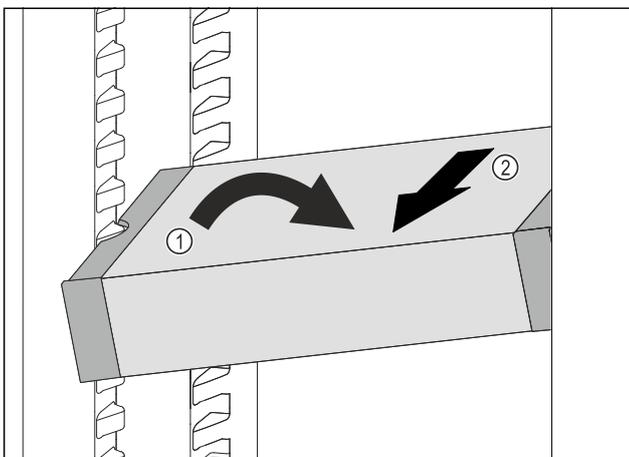

Fig. 81
- ▶ VarioSafe im Kühlteil schräg stellen. Fig. 81 (1)
- ▶ VarioSafe nach vorne entnehmen. Fig. 81 (2)